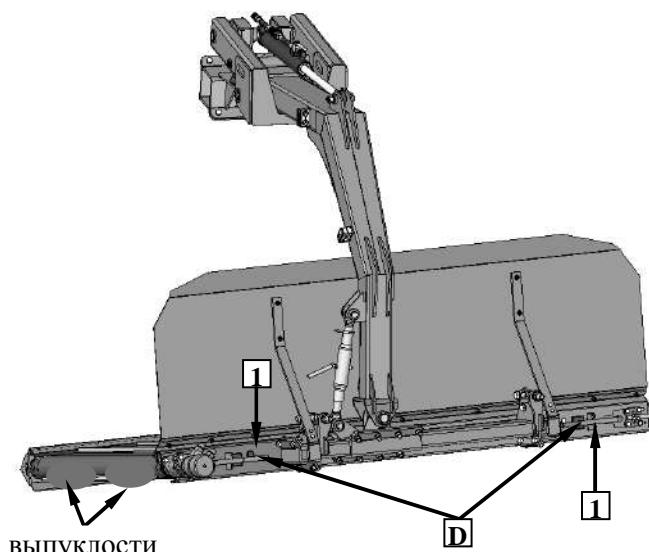

Рис. 36. Очистка роликов транспортера
1. С целью очистки ролика следует во время вращения ленты передвинуть рычаг **D** по направлении **1** и придержать до момента исчезновения выпуклостей (Рис. 36). Действие следует повторить также с другой стороны транспортера, если возникает такая необходимость.